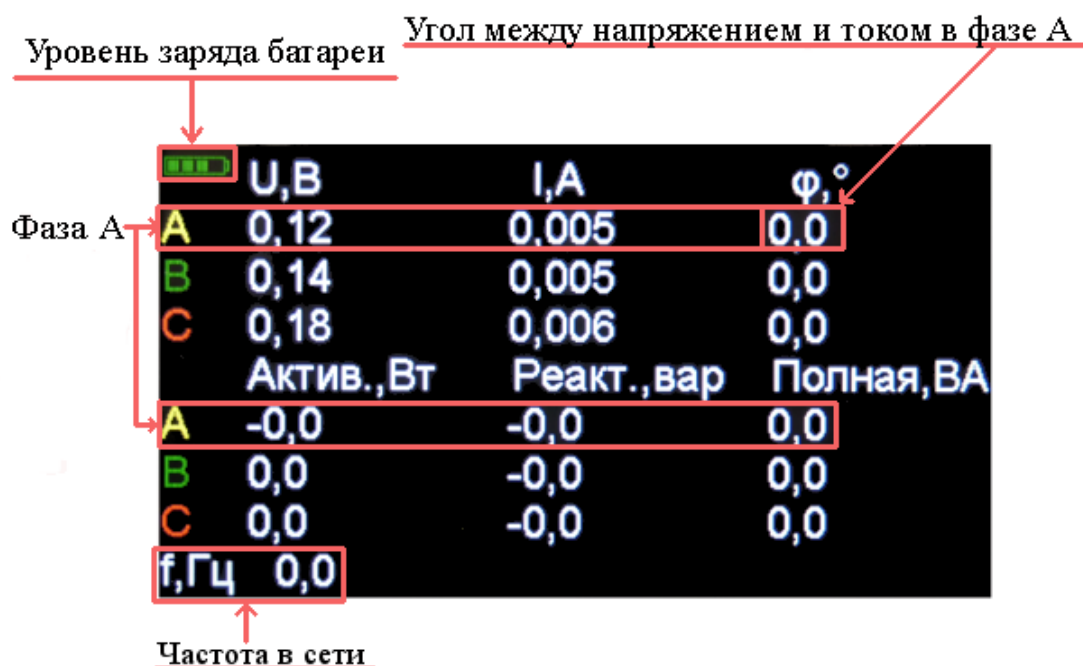

Рис. 4. Отображение на ЖКД 2-го режима.
6.2.3 Для измерения мощностей и сдвигов фаз производят соединения, как в случае измерения напряжений и тока. Мощности активная, реактивная и полная считываются с дисплея, как показано на рис. 4, соответственно, в ваттах, варах и вольт-амперах. Для определения порядка чередования фаз в трехпроводной сети следует переключить прибор в 1-ый режим, для отображения векторных диаграмм.